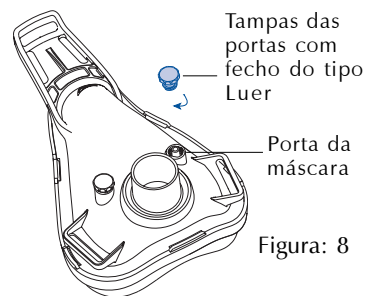

Figura: 8
- 1 Enrosque as tampas das portas com fecho do tipo Luer nas portas da máscara (Fig. 8).